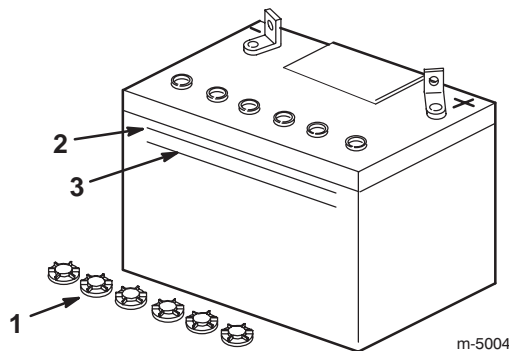

Bild 60
Der Füllstand muss bis zur oberen Linie reichen (Bild 60). Der Säurestand darf nicht unter die untere Linie fallen (Bild 60).
3. Entfernen Sie die Entlüftungsdeckel von der Batterie (Bild 60).
4. Gießen Sie langsam destilliertes Wasser in jede Batteriezelle, bis der Säurestand die obere Linie (Bild 60) am Batteriegehäuse erreicht.
5. Warten Sie nach dem Füllen der Batteriezellen fünf bis zehn Minuten. Gießen Sie bei Bedarf langsam destilliertes Wasser in jede Batteriezelle, bis der Säurestand die obere Linie (Bild 60) am Batteriegehäuse erreicht.